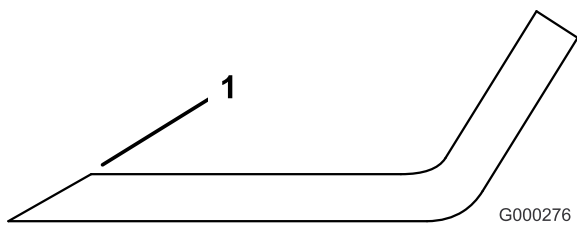

Figura 47
1. Utilice una lima para afilar el filo de corte en ambos extremos de la cuchilla (Figura 47). Mantenga el ángulo original. La cuchilla permanece equilibrada si se retira la misma cantidad de material de ambos bordes de corte.